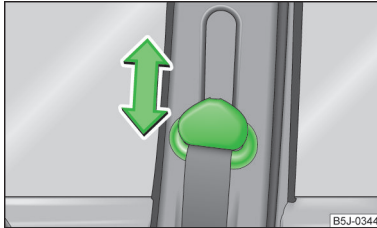

Abb. 7
- Den Umlenkbeschlag drücken und in die gewünschte Richtung nach oben oder unten schieben » Abb. 7.